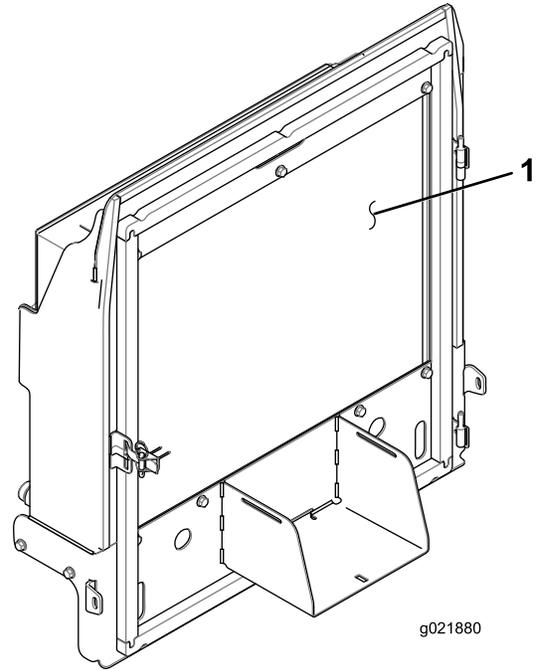

Figura 85
4. Limpie a fondo ambos lados del radiador y del enfriador de aceite con aire comprimido (Figura 85).